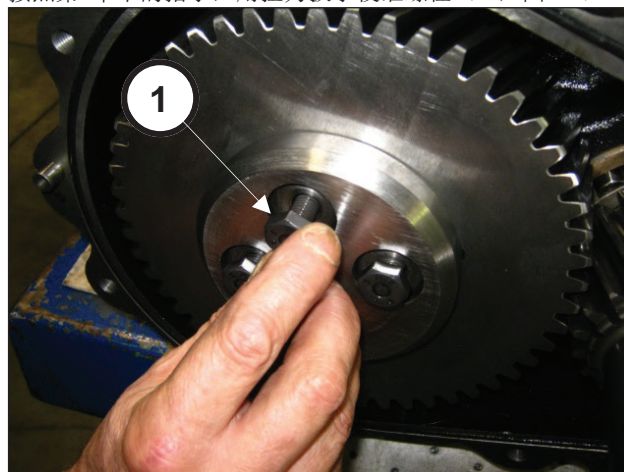
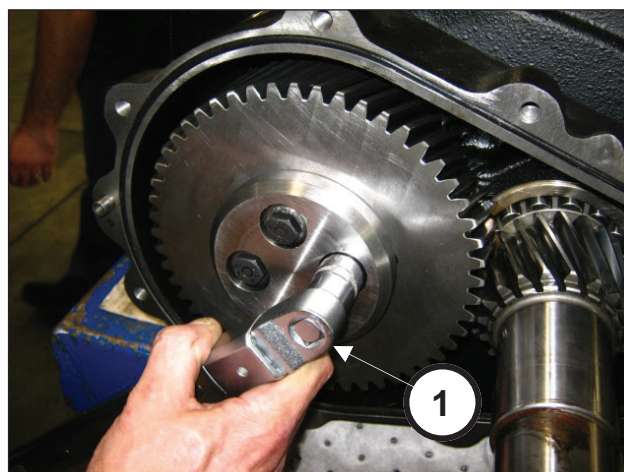

图 81
图 82
使用4个M10x25螺丝固定齿轮冠止动器 (位置①，图 81)。按照第3章中的指示，用扭力扳手校准螺栓 (①，图 82)。